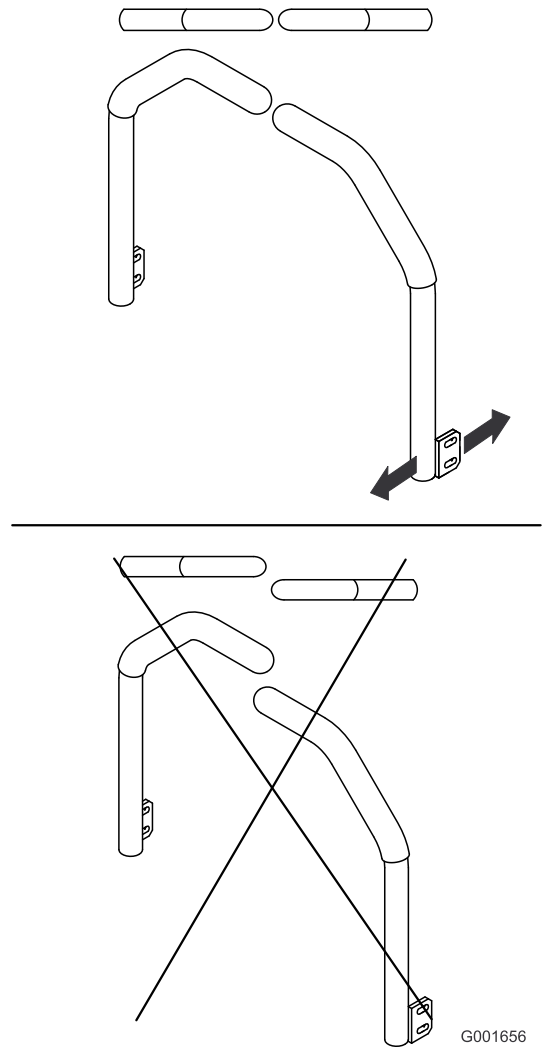

Figure 91
5. Réglez les leviers de commande de sorte à les aligner et serrez les boulons de fixation des leviers aux montants (Figure 91).